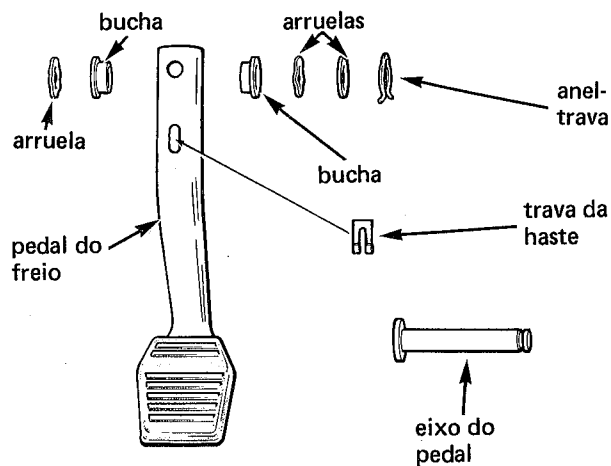

fig. 36
3. Remover o anel-trava do eixo do pedal e retirar o eixo (fig. 36)